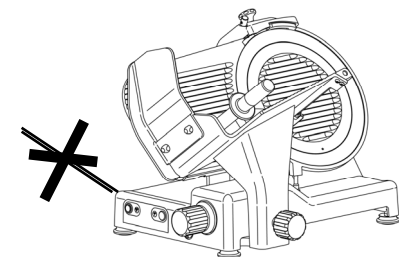

Abb.29
- Nicht an der Maschine oder am Kabel ziehen, um den Stecker abzuziehen (Abb. 29).